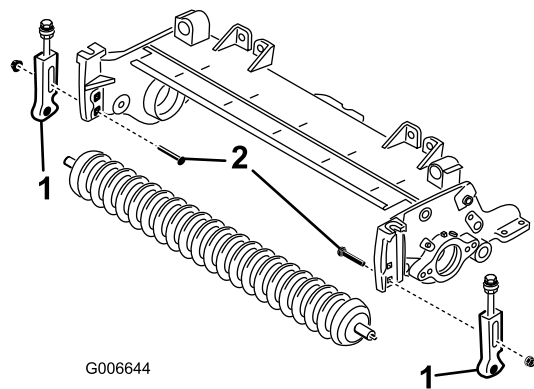

図 3
3. 刈高ブラケットをCuttingユニットのサイド・プレートに固定しているキャリッジ・ボルトを外す（図 3）。
5. Cuttingユニットのサイド・プレートから刈高ブラケットと前ローラを取り外す（図 3）。